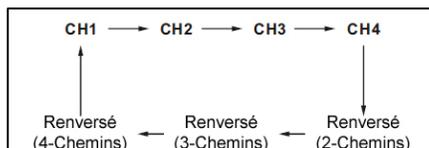

Figure 1: Sélection de la séquence source (Toutes les options sont sur «On»)
- Appuyez sur le bouton SELECT pour séquencer les modes d'entrée comme sur la Figure 1.